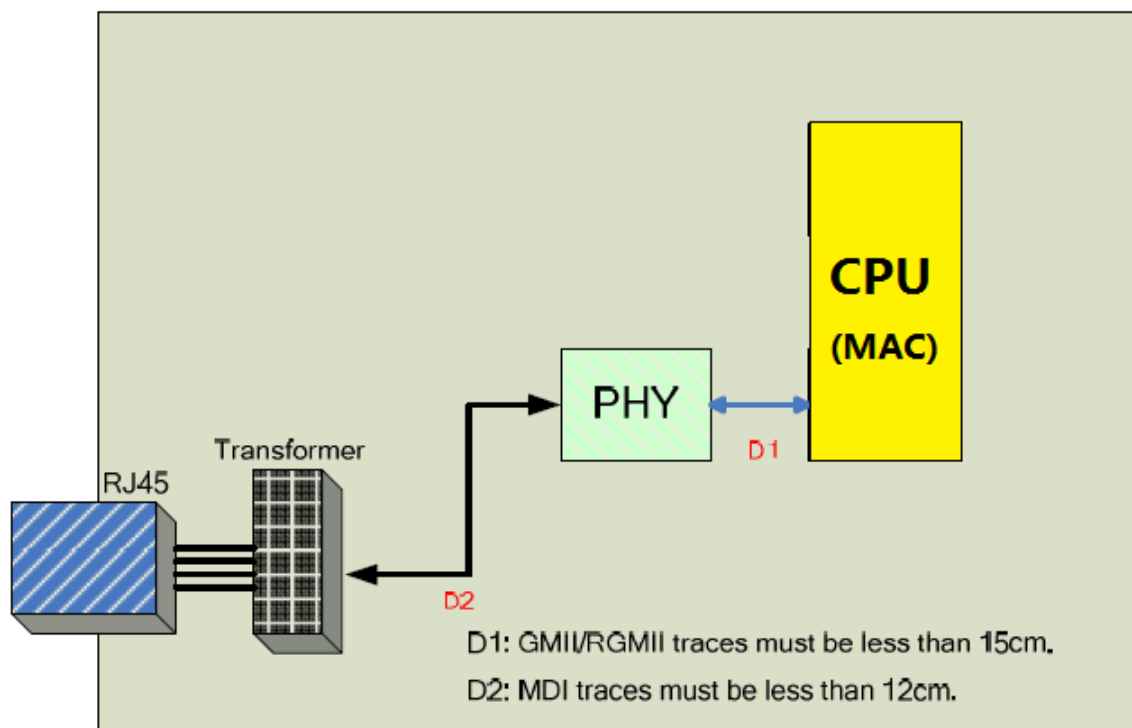

图20-8
- RJ45最好靠近PHY放置，即MDI走线应尽量短，必须小于12cm，如图20-8所示。